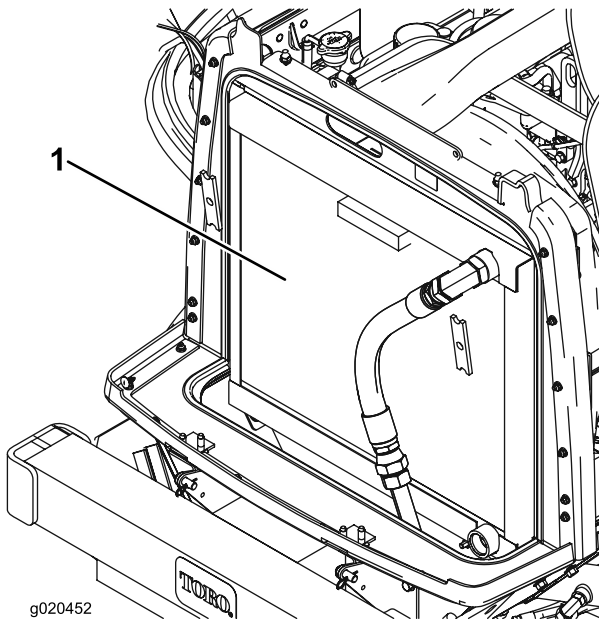

Figura 65
3. Limpie a fondo ambos lados de la zona del radiador/enfriador de aceite con aire comprimido (Figura 65).